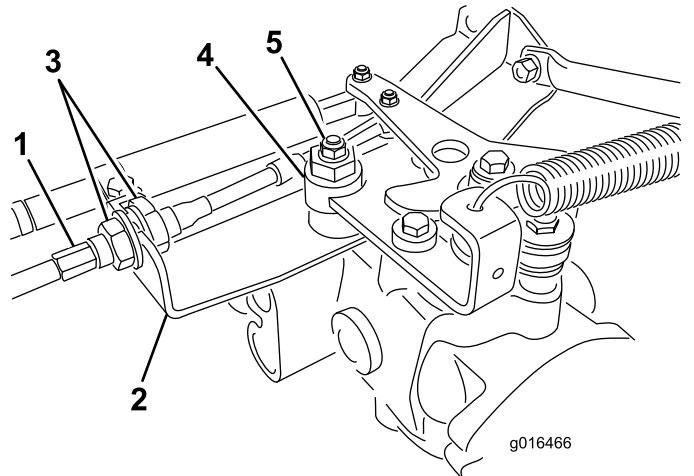

Figure 43
- A. Desserrez les deux écrous de blocage qui fixent le câble de commande de transmission à la traversée sur l'hydrostat (Figure 43). Desserrez les écrous de blocage uniformément et suffisamment pour permettre le réglage.
Remarque: Desserrez l'écrou de fixation de l'excentrique en haut de l'hydrostat (Figure 43).
- E. Lorsque la route arrête de tourner, serrez l'écrou pour bloquer l'excentrique et le réglage (Figure 43).
- G. De chaque côté de la traversée, serrez les contre-écrous uniformément pour fixer le câble de transmission à la traversée (Figure 43). Ne tordez pas le câble.